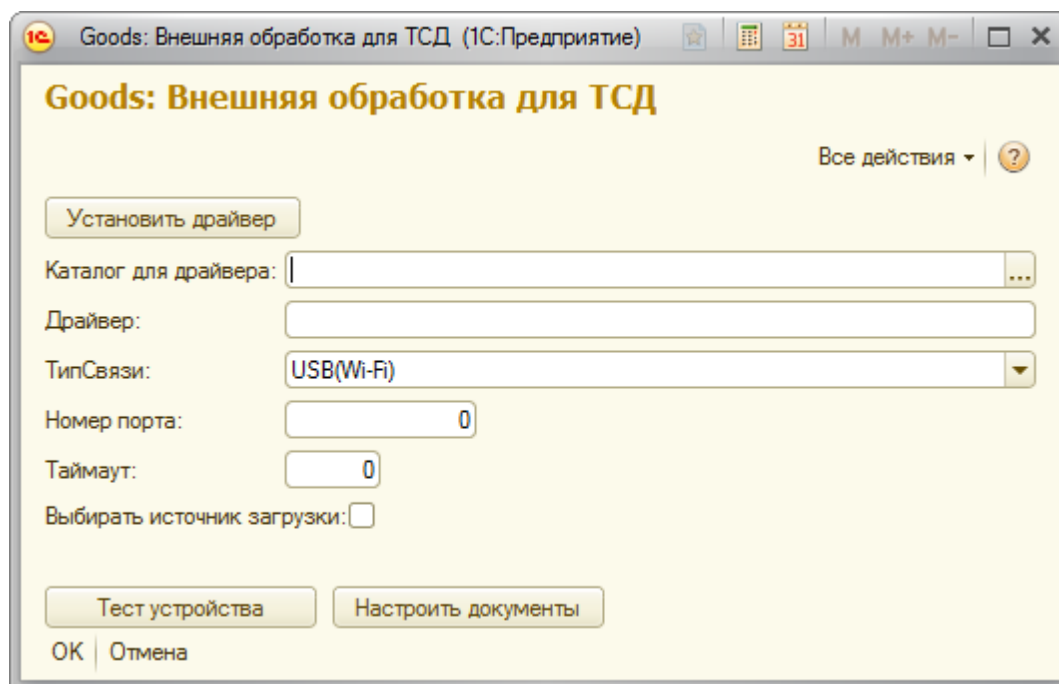
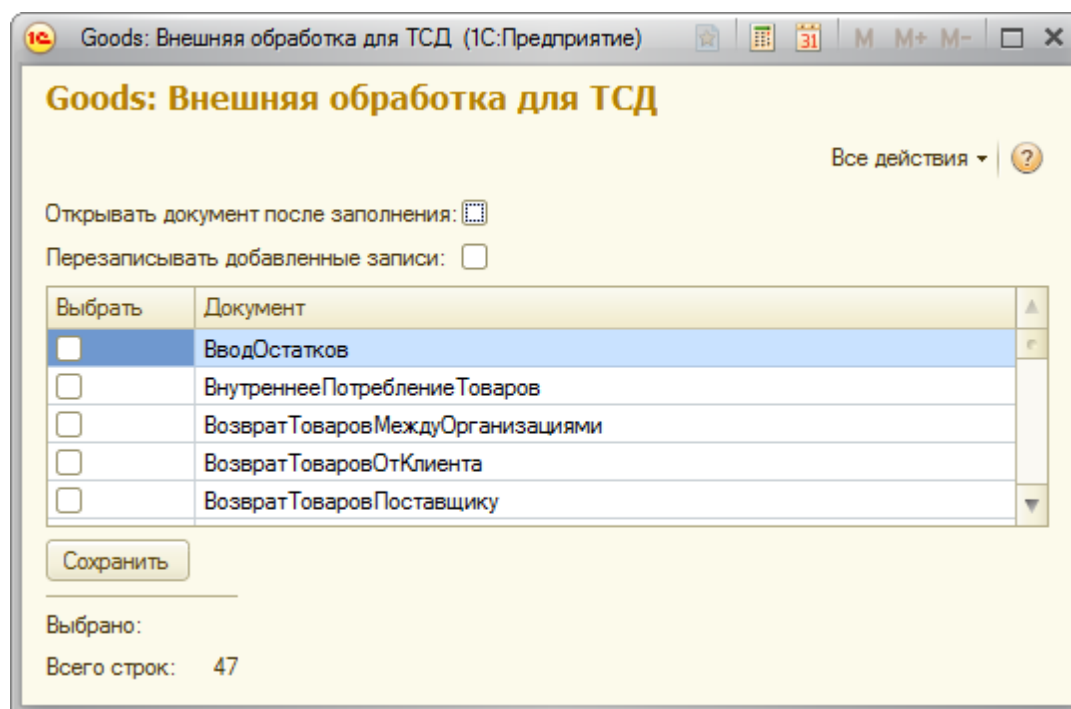

Рис.7 Настройки обработки
Рис.8 Выбор типов документов
- 3) Настроить типы документов, которые пользователям разрешено заполнять данными из терминала сбора данных. Для этого нажать кнопку **Настроить документы** (рис.7). В открывшемся окне (рис.8) выбрать нужные типы документов
- б) В 1С, в окне настроек (рис.7) нажать кнопку **Тест устройства**.